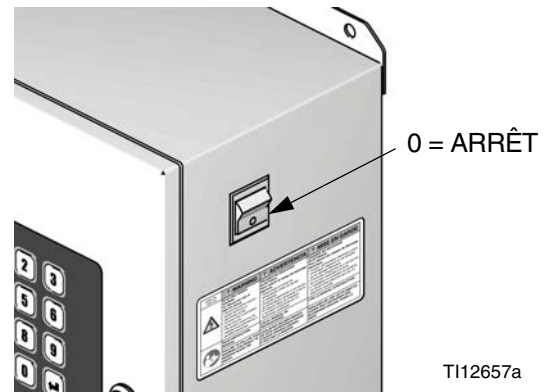

FIG. 12 : arrêt
3. Coupez l'alimentation du ProMix 2KS (position 0). FIG. 12.